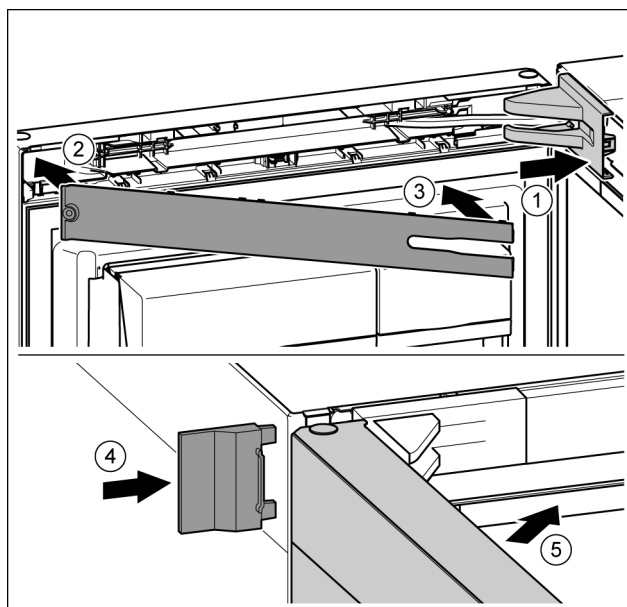

Fig. 43
- ▶ 放上并插入托架盖，如有必要小心地按压分开。 Fig. 43 (1)
- ▶ 盖上隔板。 Fig. 43 (2)
- ▶ 转入隔板并卡入到位。 Fig. 43 (3)
- ▶ 插入外盖。 Fig. 43 (4)
- ▶ 关闭冰箱上方门。 Fig. 43 (5)